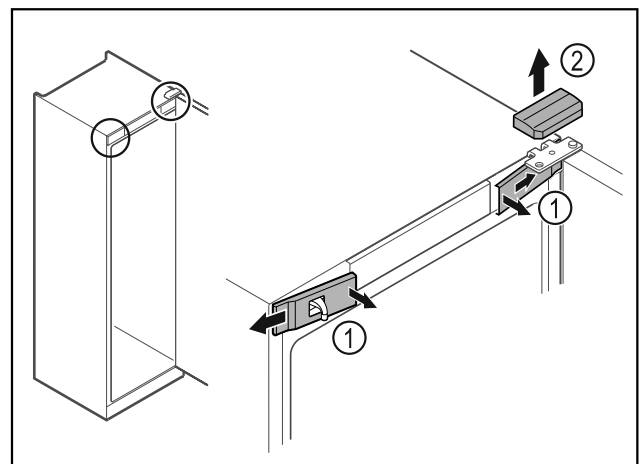

Fig. 13
- Disinnestare le coperture anteriori Fig. 13 (1) dall'interno ed estrarle lateralmente.
- Rimuovere la copertura superiore Fig. 13 (2) sollevandola verso l'alto.